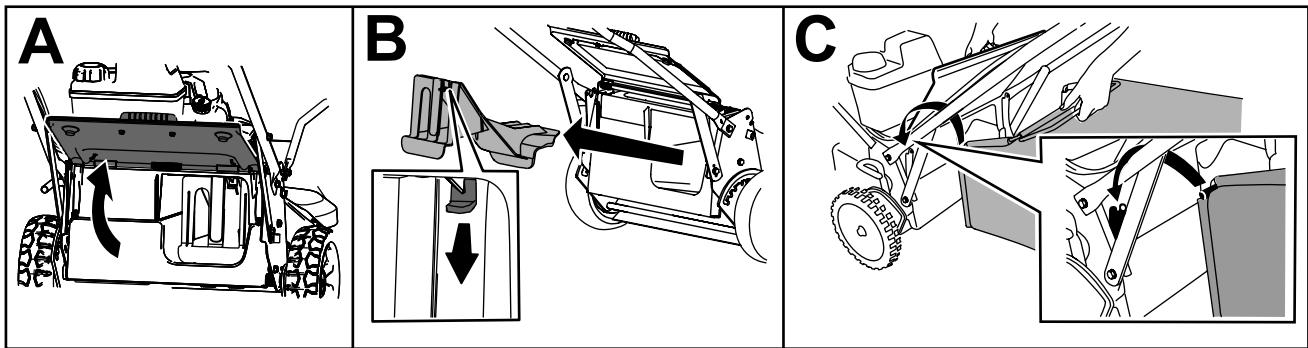

Figura 21
1. Levante y sujete el deflector trasero (Figura 21, A).
2. Retire el tapón de descarga trasero presionando hacia abajo sobre el enganche con el dedo pulgar y extrayendo del tapón de la máquina (Figura 21, B).
3. Instale la varilla de la bolsa en las muescas de la base del manillar y mueva la bolsa hacia adelante y hacia atrás para verificar que la varilla está asentada en el fondo de cada muesca (Figura 21, C).